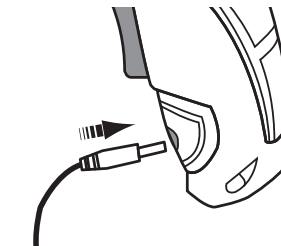

Abb. 1
1. Stellen Sie sicher, dass die Netzspannung mit der auf dem Ladegerät (16) angegebenen Spannung übereinstimmt.
2. Stecken Sie den Ladestecker (17) in die Ladebuchse (10) am Handgriff des Elektrowerkzeugs (Abb. 1).